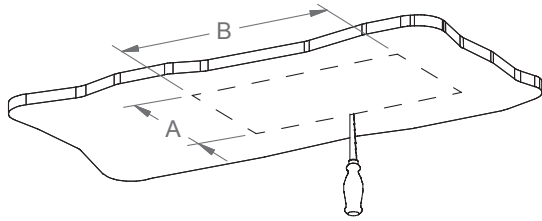

Fig. 2
1. Cut a hole into the ceiling - see table (Fig.2)
1. Percer un trou dans le plafond – voir les tables de mesures (Fig. 2).